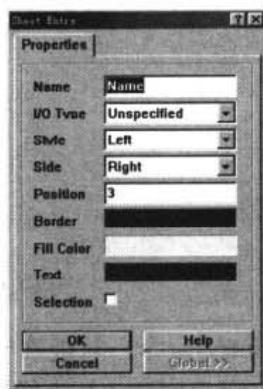

图 6-13 Sheet Entry（方块电路出入口）属性对话框
- (9) 设置方块电路出入口属性：此时，按下 Tab 键，进入方块电路出入口的属性设置，弹出如图 6-13 所示的 Sheet Entry（方块电路出入口）属性对话框。